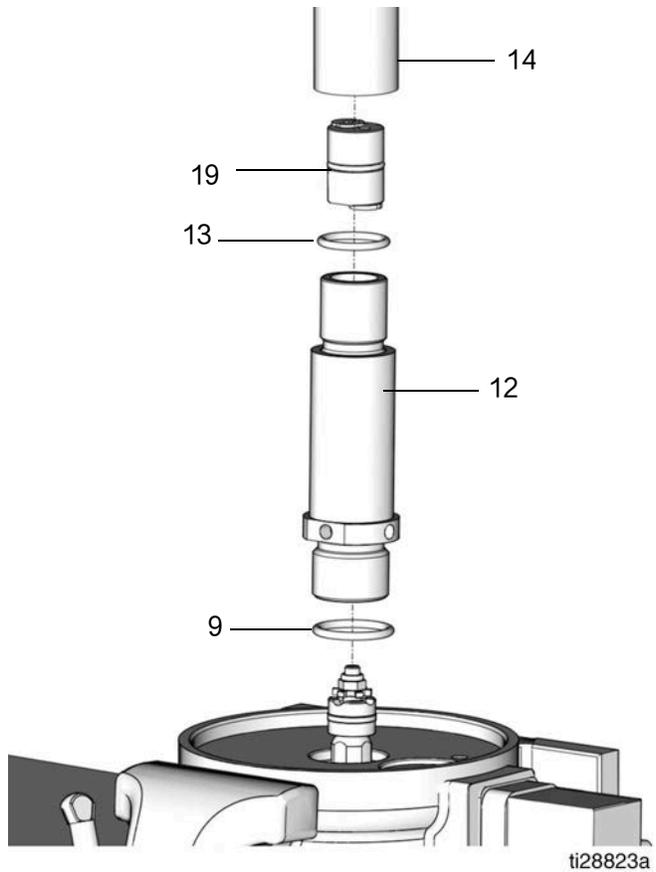

图 17
14. 取下出口管 (14) 上的 O 形圈 (13)。取下泵气缸 (12) 上的 O 形圈 (9)。根据正确处置的所有相关规定，处置 O 形圈 (图 17)。